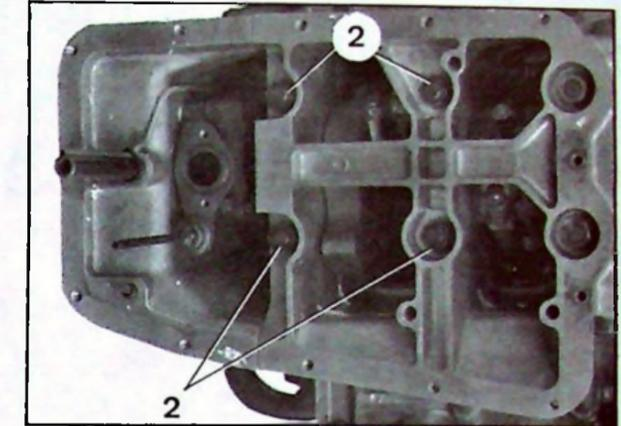

Figure 2
- Déposer les quatre écrous (2) des paliers de la ligne d'arbre ( figure 2 ).